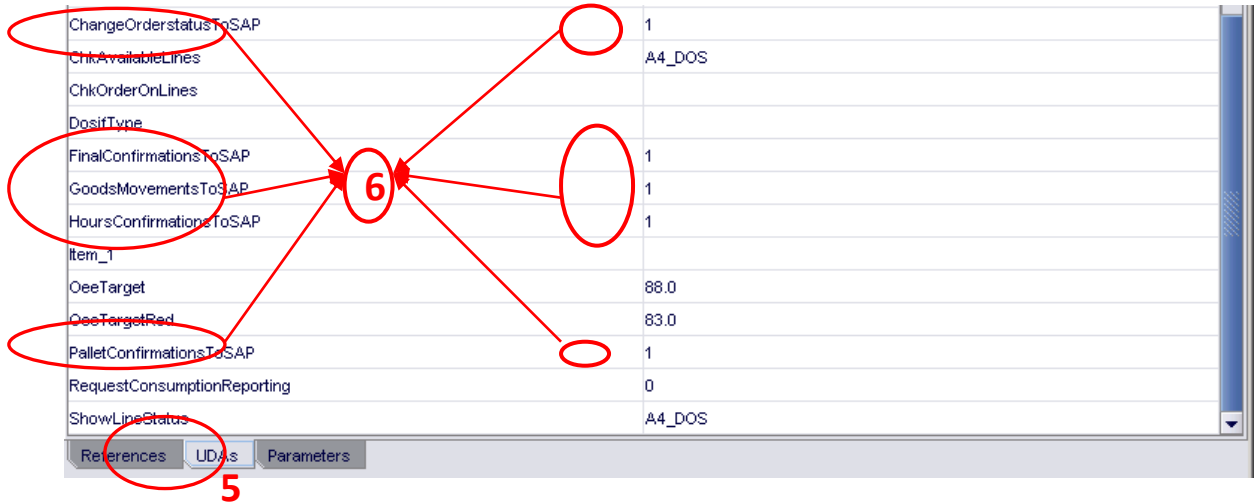

Imagen 5
- A Continuación abrirá una ventana la cual presentara las referencias de la línea, ubícate en la parte inferior de la pantalla (**Imagen 5**), y haz clic en la pestaña **UDAs**.
- En la pantalla seleccionada presentara el aspecto que observarás en la siguiente imagen (**Imagen 5**), localiza Todos los comandos acabados en **"-ToSAP"**; para activar coloca el numero **"1"**, o **"0"** para desactivar: